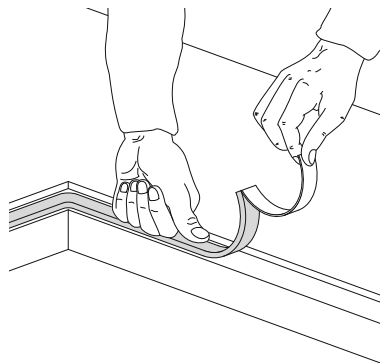

Рис. 5: установка изоляционного уплотнителя
- Перед установкой плиты необходимо на всю фрезерованную поверхность герметизирующий уплотнитель, входящий в оснащение [Рис. 5].